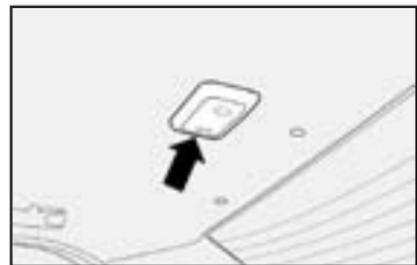

fig. 71
- con un destornillador en el punto indicado por la flecha **fig. 71**, presionando ligeramente en el hueco que tiene el plafón, saque el conjunto de luz interna montado a presión;